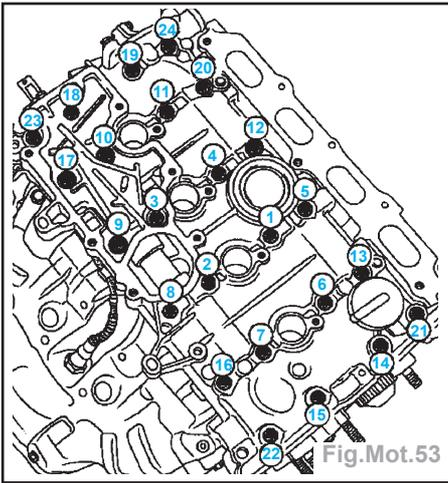

Fig.Mot.53
- Retirer à l'aide d'un chiffon la **Loctite 518** se trouvant en (1) sur les six paliers du couvre-culasse.
- Reposer le couvre-culasse en le serrant au couple en se référant au tableau (Fig.Mot.53).